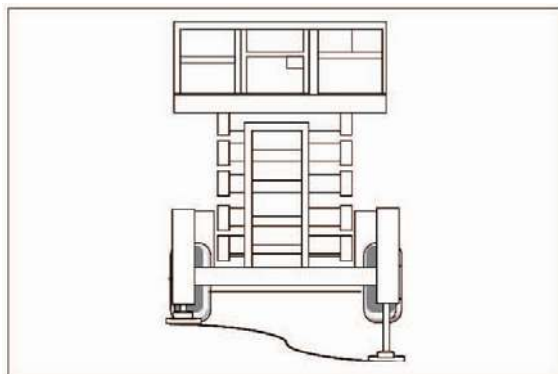

Fig. 8.18
5. För sakta joysticken ③ (se Fig. 8.18) framåt eller dra den sakta bakåt, beroende på vilket håll du ska köra åt. Ju längre du för joysticken från neutralläge ju fortare rör sig S3970RT / S3370RT / S2770RT.